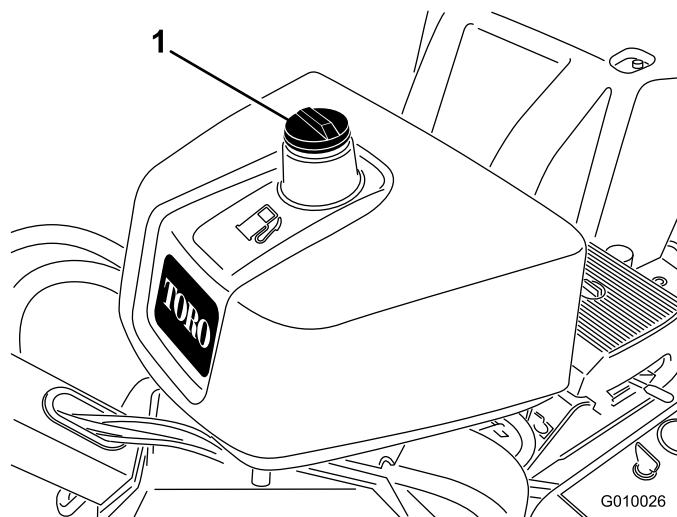

図 15
2. 燃料キャップ（図 15）の周囲をきれいに拭いてキャップ外す。